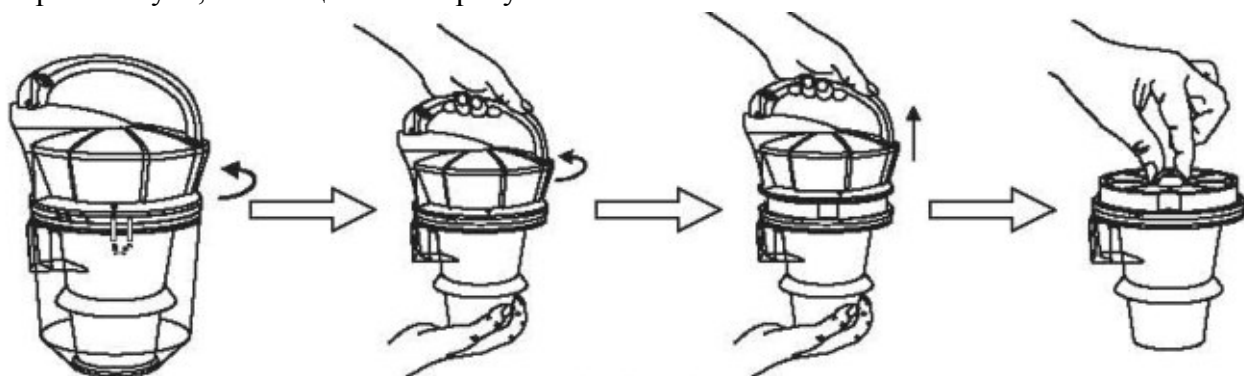

Рис. 10
4. После очистки контейнера отсоедините крышку от системы фильтрации поворотом против часовой стрелки (см. рис.10). Отделите корпус фильтрующего элемента от сепаратора-пылесборника, промойте пылесборник и контейнер холодной проточной водой и вытрите насухо, либо тщательно просушите.